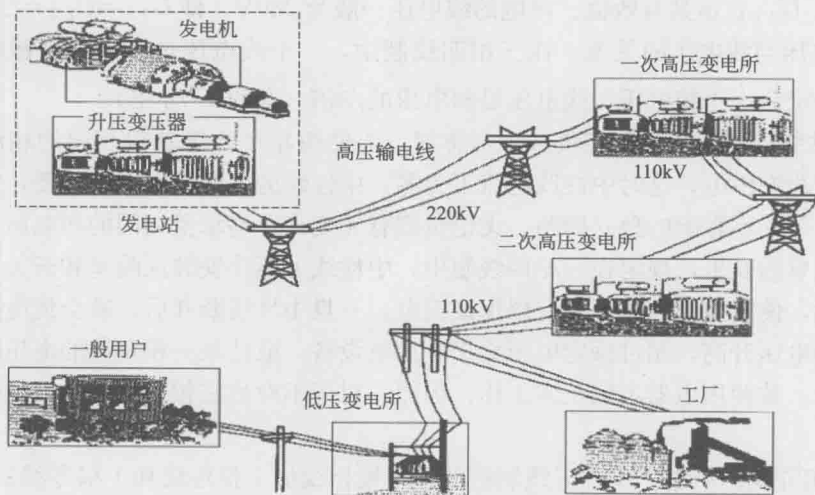

图 1-4 输电电路
(1) 发电。电能的生产即发电,生产电能的工厂称为发电厂。发电厂是把其他形式的能量转变成电能的场所。所有的发电方式都是靠动力产生磁场,至于动力的来源则有很多种。发电厂的种类很多,一般根据它所利用能源的不同分为火力发电厂、水力发电厂和原子能发电厂。此外,还有风力发电厂、潮汐发电厂、太阳能发电厂、地热发电厂等。
(2) 输电。电能的输送简称输电。输电的距离越长,输送容量越大,则要求输电的电压越高。一般情况下,输电距离在 50km 以下时采用 35kV 电压,输电距离在 100km 左右时采用 110kV 电压,输电距离在 2000km 以上时采用 220kV 或更高的电压,如图 1-4 所示。